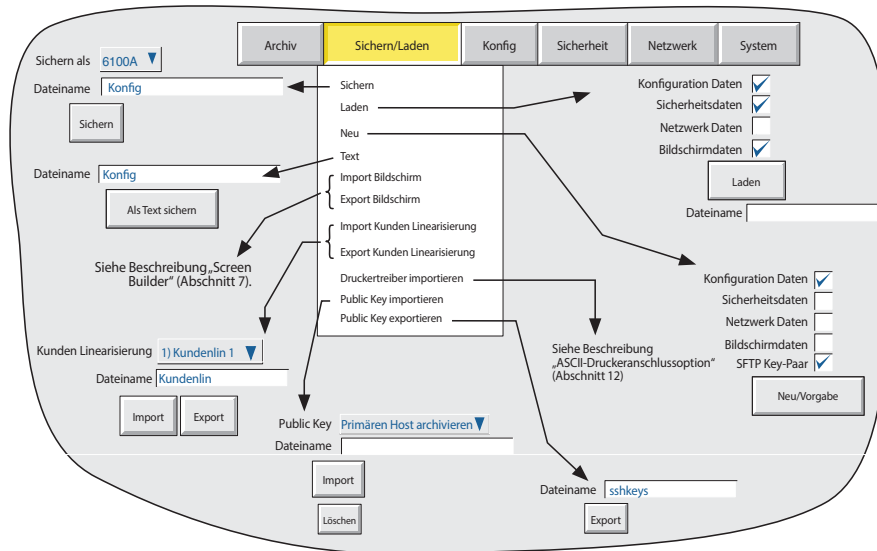

Abbildung 4.2a Menü „Sichern/Laden“
Wie in Abbildung 4.2a gezeigt, wird durch Berühren der Schaltfläche „Sichern/Laden“ die Auswahlliste aufgerufen: Sichern, Laden, Neu, Text, Import/Export Bildschirm, Import/Export Kunden Linearisierung, Druckertreiber importieren. Die Optionen „Import Bildschirm“ und „Export Bildschirm“ erscheinen nur, wenn die Option „Benutzerbildschirm“ vorhanden ist.
1. Wählen Sie im Menü „Sichern/Laden“ die Option „Neu“ aus, siehe Abbildung 4.2a Menü „Sichern/Laden“ on page 55.
2. Betätigen Sie die Schaltfläche Sichern/Laden und wählen Sie anschließend im Drop-down-Menü Public Key importieren. (Weitere Informationen zum Menü erhalten Sie unter Abbildung 4.2a Menü „Sichern/Laden“ on page 55).